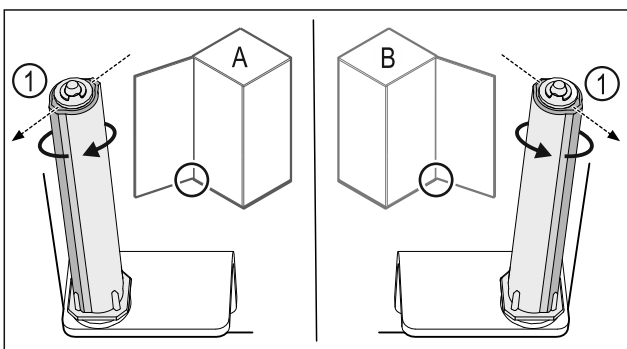

Fig. 44 Butée à gauche (A) / butée à droite (B)
- Tourner le système de fermeture contre la résistance jusqu'à ce que son arête Fig. 44 (1) pointe vers l'extérieur.